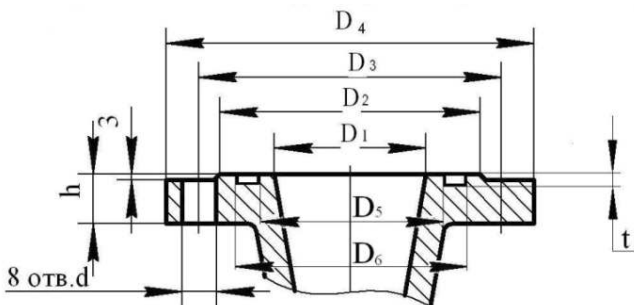

Рис.4. Патрубок насоса
1.3.3. Присоединительные размеры патрубков насосов указаны в таблице 3 и на рис.4.